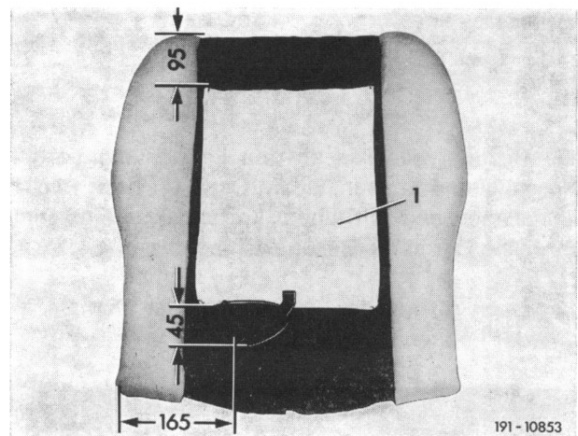

Bild 1
- 7 Heizkissen (1) an den Ecken nach Bild 1 an die Gummihaarauflagen der Sitzkissen anheften.
- 8 Loch durch die Gummihaarauflagen stoßen und elektrische Leitungen der Heizkissen (1) durchziehen. Anschließend die den Heizkissen (1) lose beigelegten 2poligen Kupplungen montieren (Bild 1).